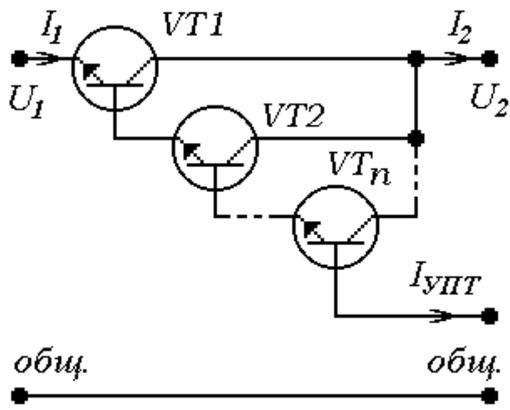

Рис.7. Вариант 7
$$K_{I_l} = \beta_l, \quad l=1 \dots n, \text{ для рис. 7, 8.} \quad (11)$$
$$R_l = \infty, \quad l=1 \dots n, \text{ для рис. 7, 8.} \quad (14)$$
$$I_{УПТmax} = \frac{I_{PЭmax}}{\prod_{i=1}^n K_{I_i}}, \text{ для рис. 7, 8, 9, 10.} \quad (18)$$
$$R_{\text{вхРЭ}} = \sum_{l=1}^n \left(r_{\text{вх}_l} \prod_{i=0}^{n-l} K_{I_i} \right), \text{ для рис. 7, 8.} \quad (28)$$